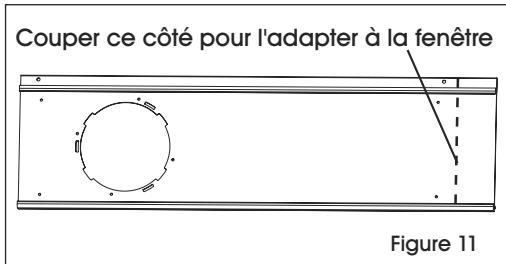

Figure 11
- Coupez les glissières pour fenêtre si la largeur de la fenêtre est inférieure à 67,5 cm (26,6 po). (Voir Figure 11)